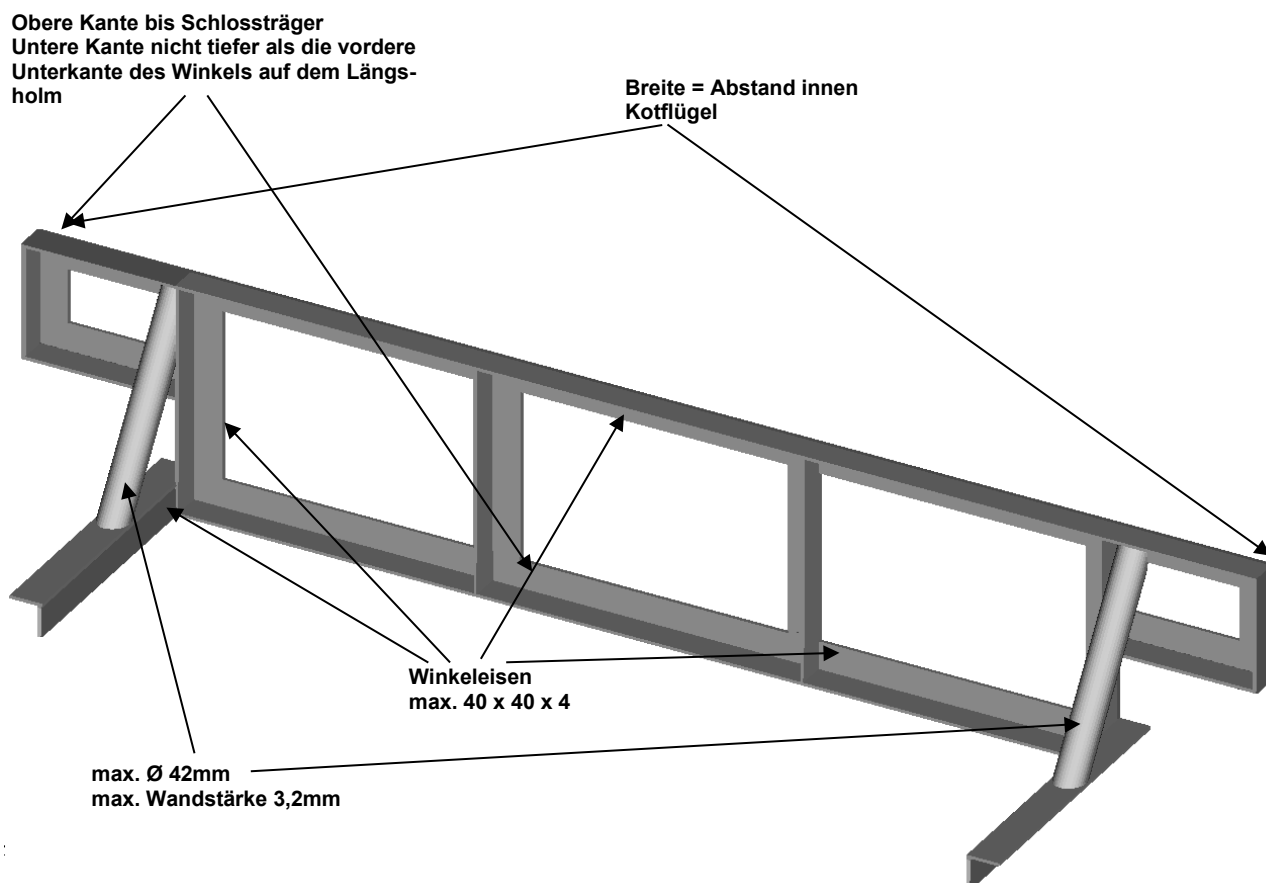

Bild 3
- Das Rohr zwischen den Seitenwänden kann durch 3 Rohre mit der Domstrebe (Rohr max. $D=42 \times 3,2$ mm) und zusätzlich mit 3 weiteren Rohren (Rohr max. $D=42 \times 3,2$ mm), mit dem Rohr auf dem Kofferraumboden verbunden werden. Zur Abstützung der unteren Querstrebe dürfen zwei Rohre diagonal mit der Domstrebe eingesetzt werden (siehe Bild 3).